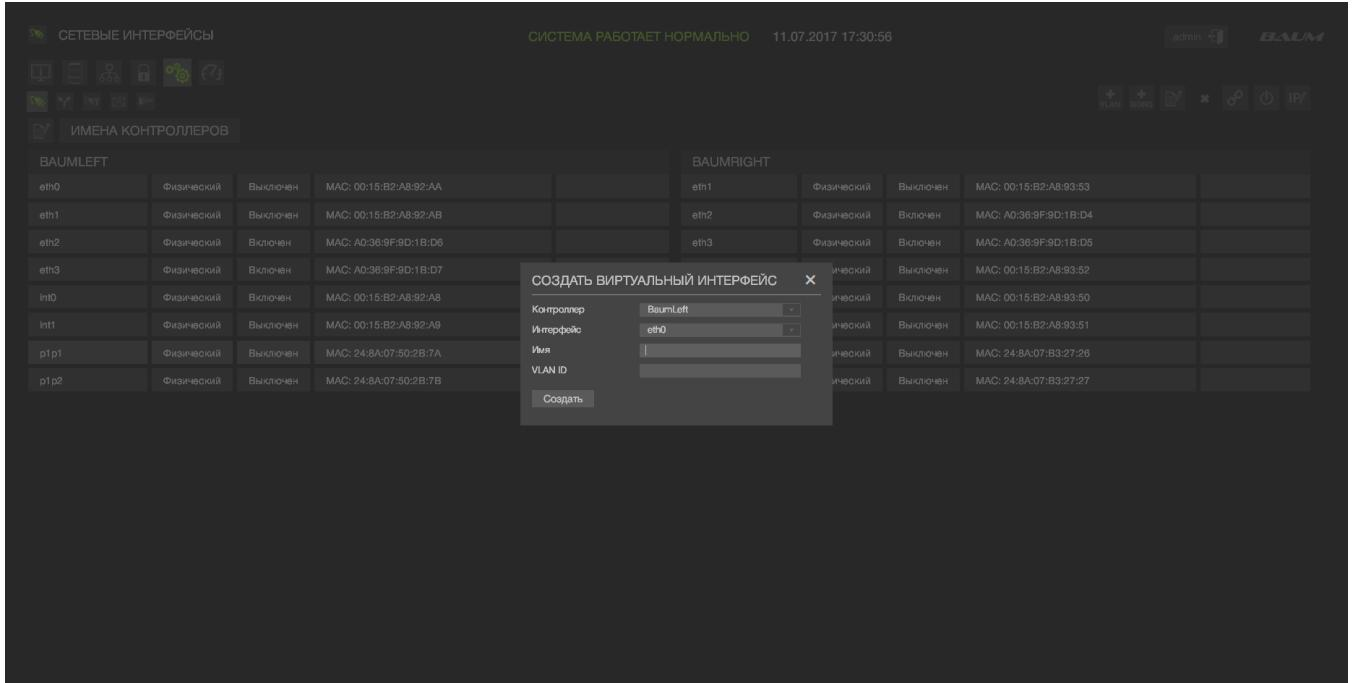

Рисунок 23 – Создание виртуального интерфейса
- 1) Перейти на вкладку «Настройки» → «Сетевые настройки» . (см. Рисунок 23).